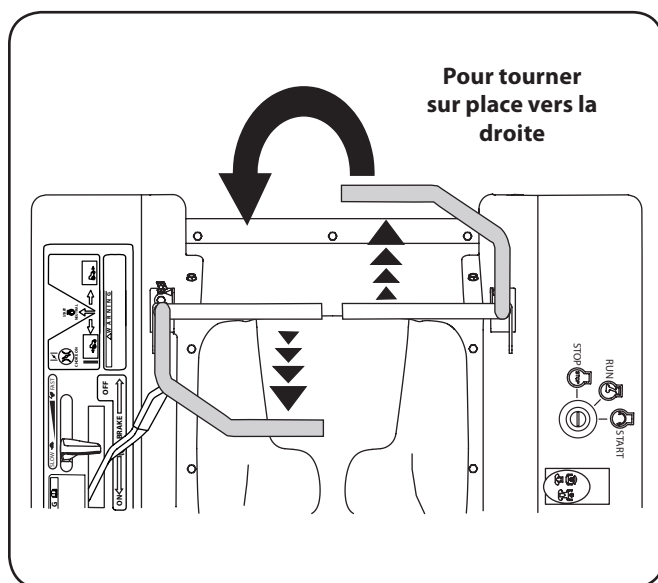

Figure 5-9
3. Pour tourner à gauche, poussez lentement le levier droit en tirant simultanément le levier gauche vers l'arrière. Voir la Figure 5-9.